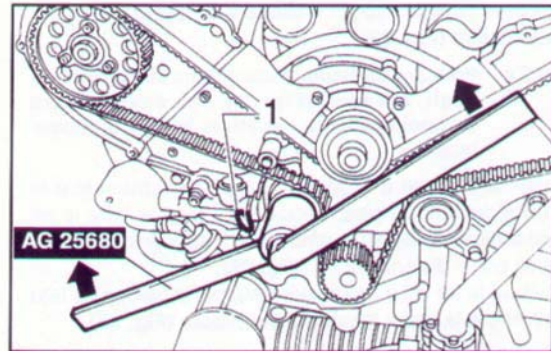

Fig. 27 ▲
- utilizzando l'attrezzo AG 25680 allentare la vite di fissaggio galoppino e ruotare il galoppino in senso orario fino a rendere possibile l'introduzione dell'anellino (1) sul corpo tendicinghia (**Fig. 27**), quindi ruotare il galoppino in senso antiorario per riportare la cinghia in leggera tensione e serrare provvisoriamente la vite di fissaggio galoppino;
- use tool AG 25680 to slacken the tightening pulley and turn the tightening pulley clockwise until it is possible to insert the ring (1) on the belt tightener body (**Fig. 27**), then turn the tightener pulley anti-clockwise to tension the belt slightly and tighten the tightener pulley screw temporarily;